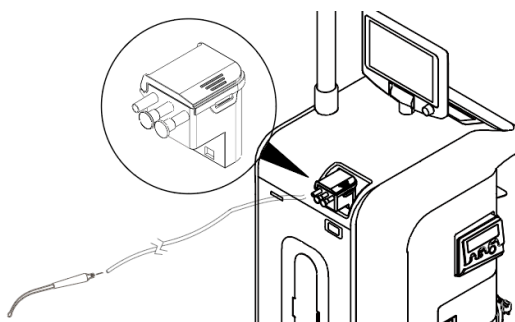

Figura 14 Para Preparar para Sucção de Fluidos
3. Leia a mensagem de AVISO no ecrã de controlo, toque o botão RECONHECER para confirmar o entendimento e aceder aos controlos no ecrã. (Figura 14).